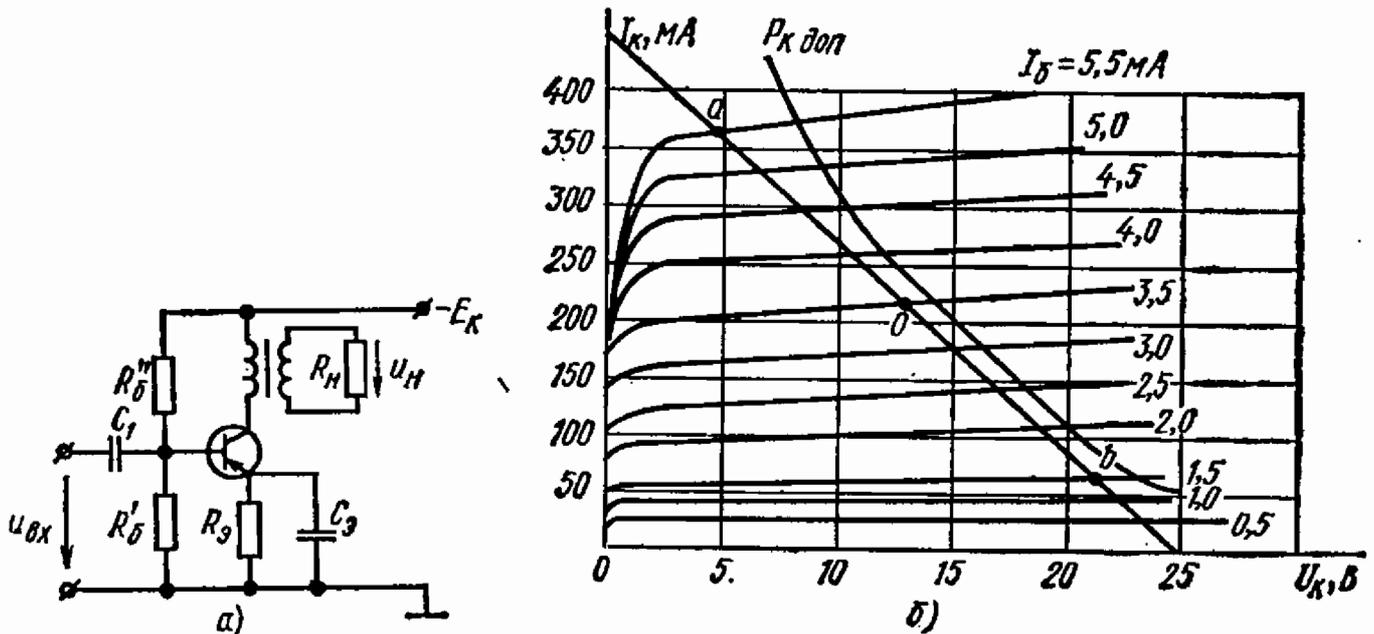

Рис. 13.28
13.28. Однотактный усилитель мощности на транзисторе П606 работает в классе А на нагрузочный резистор $R_H = 20$ Ом (рис. 13.28, а). Пользуясь семейством выходных характеристик транзис-
тора П606 (рис. 13.28, б), на которых изображена также кривая допустимой мощности, определить выходную мощность P_H и коэффициент трансформации n выходного трансформатора, обеспечивающий коэффициент усиления по мощности, близкий к максимальному при минимальных нелинейных искажениях, если $E_K = 12,5$ В и $U_{вх\text{м}} = 2$ В.